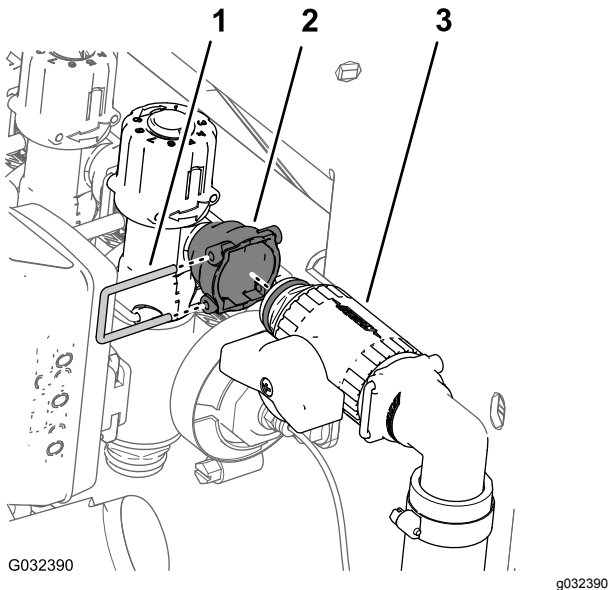

**Figura 54**
7. Rimuovete i flessibili di bypass superiore e inferiore dalla macchina (Figura 54).